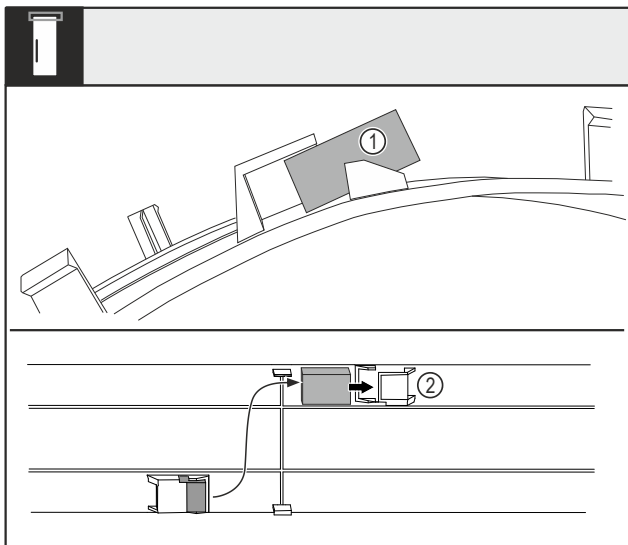

Fig. 15
- ▶ Зігніть кришку і витягніть дверний магніт Fig. 15 (1) з гнізда.
- ▶ Вставте дверний магніт в інше гніздо Fig. 15 (2).